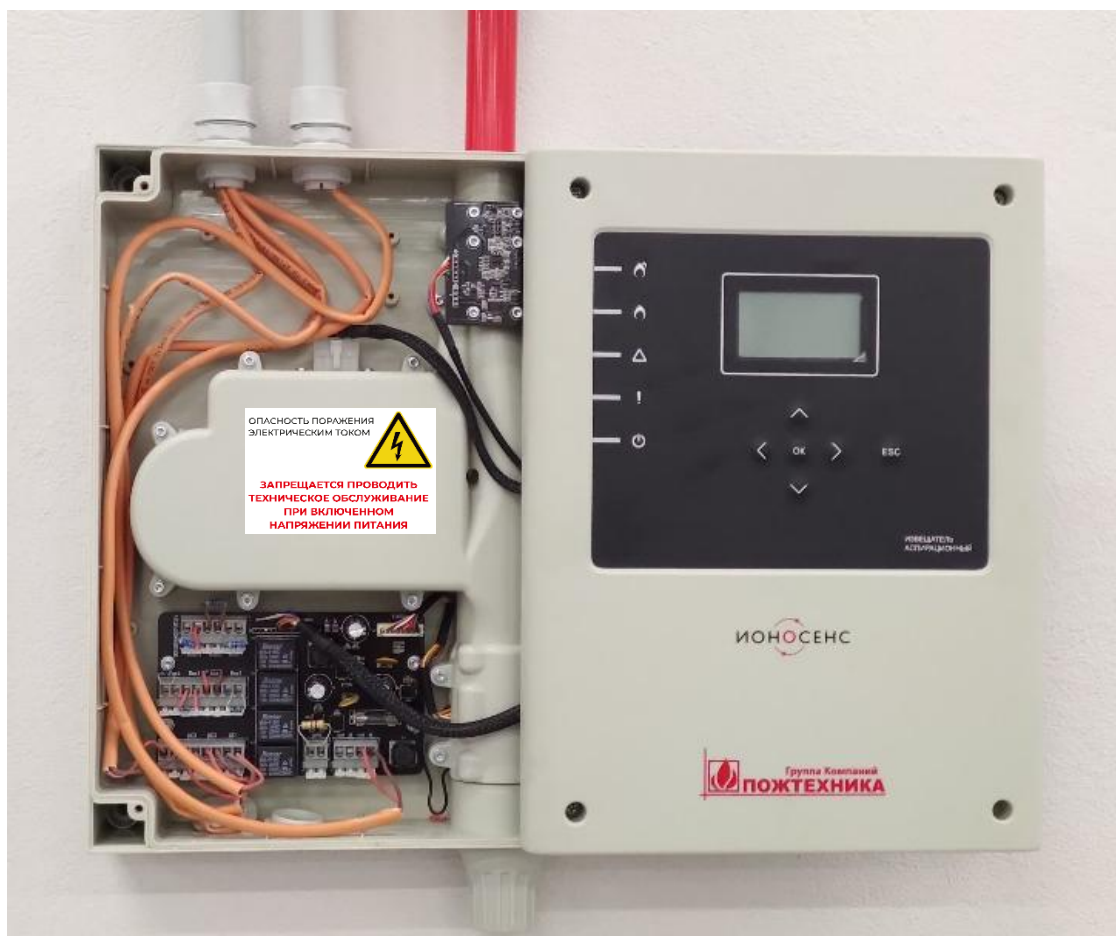

Рисунок 14 – Крепление крышки при монтаже извещателя
**ВНИМАНИЕ!** Не допускается подвешивать крышку извещателя на кабелях. В процессе монтажа крышка должна быть закреплена на корпусе извещателя (рис. 14).